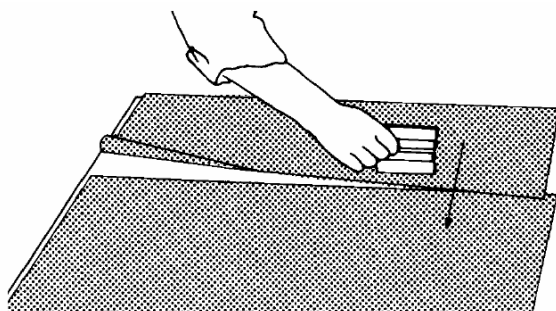

Рис. 13. Прижатие второго листа поверх первого
14. Прижать ракелем первый лист к поверхности основы, а затем второй. Полученное соединение внахлест приобретает законченный естественный вид (Рис. 13).